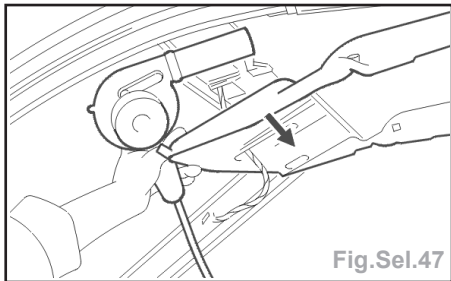

Fig.Sel.47
- A l'aide d'un appareil chauffant et d'une spatule, décoller progressivement la garniture de pavillon, en commençant côté pare-brise (Fig.Sel.47).